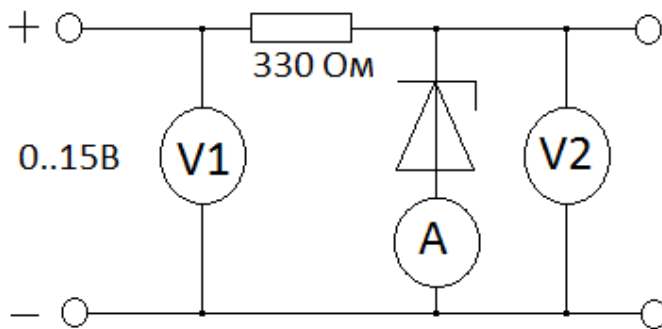

Рис. 4.1
Соберите цепь согласно схеме (рис. 4.1). Устанавливая последовательно величины входного напряжения U_1 постоянного тока по табл. 4.1, измерьте соответствующие выходные напряжения U_2 и токи стабилитрона I посредством мультиметров. Результаты занесите в таблицу. Постройте графики зависимостей выходного напряжения U_2 и тока стабилитрона I от входного напряжения U_1 .
1. Нарисуйте вольтамперную характеристику идеального стабилизатора. Объясните принцип работы схемы на рис. 4.1.